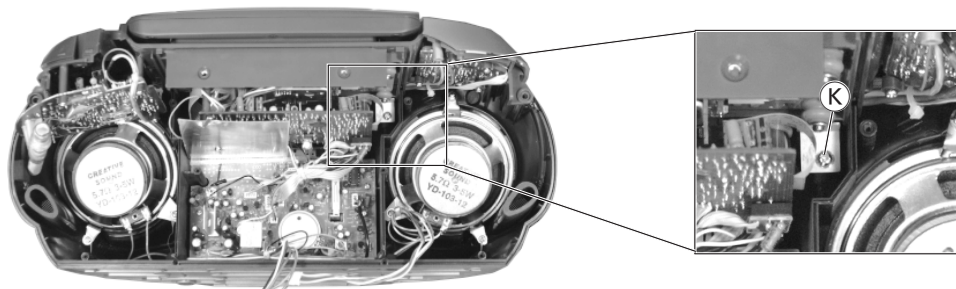

Fig. 5
- Schraube (K) (Fig. 5) herausdrehen.
- Undo screw (K) (Fig. 5).